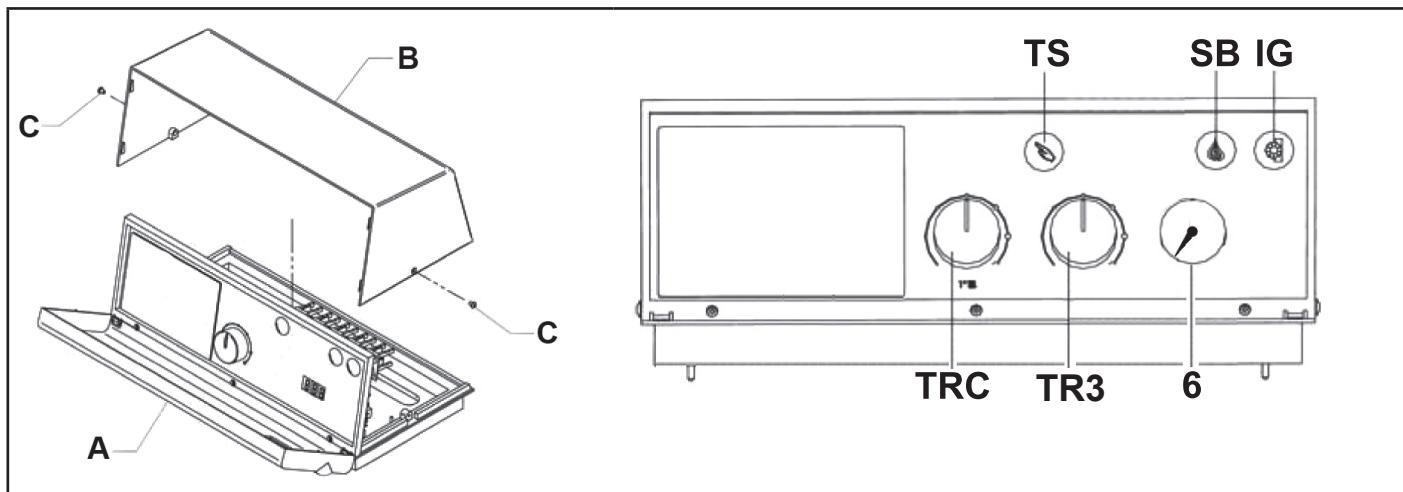

рис. 1
Кабели питания и подсоединения к горелке должны быть снабжены проводником заземления, длина которого на несколько миллиметров должна превышать длину других проводников того же самого кабеля. Для выполнения соединений между горелкой, электрической панелью и системой электропитания рекомендуется использовать кабели типа H07 RN-F, предназначенные для систем с открытой электропроводкой. Для систем других типов или для использования в особых условиях окружающей среды рекомендуется руководствоваться положениями действующего законодательства. Длину и диаметр проводников следует рассчитывать на основе потребляемой мощности горелки. Для доступа к приборам ("рис. 1") поверните переднюю панель (A). Для доступа к соединительным клеммам и для удлинения капиллярных труб термостата и термометра сначала снимите верхнюю панель (B), затем открутите 2 боковых винта (C). Регулирующий термостат (TRC) может быть настроен пользователем с помощью передней ручки. Предохранительный термостат имеет фиксированную настройку и оснащен функцией ручной переустановки.